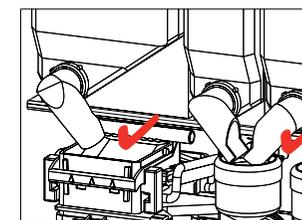

Fig. 29
4. Uitgiftetuitje(s) weer in de juiste stand draaien (fig. 29).